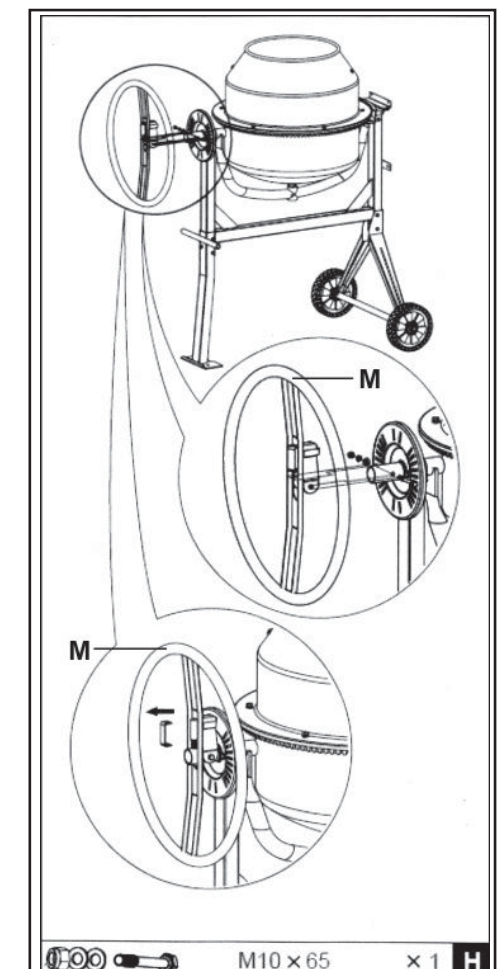

Рис. 9
6.8. Установите штурвал (М) на ступицу скобы, как показано на Рис. 9. Установите пружину и закрепите штурвал (М) на ступице используя комплект крепежа из пакета Н.